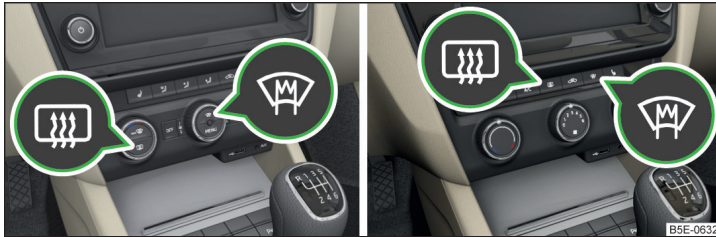

Abb. 53 Tasten für die Front- und Heckscheibenbeheizung: Climatronic / manuelle Klimaanlage, Heizung
**Tasten für die Beheizung (je nach Fahrzeugausstattung) » Abb. 53**